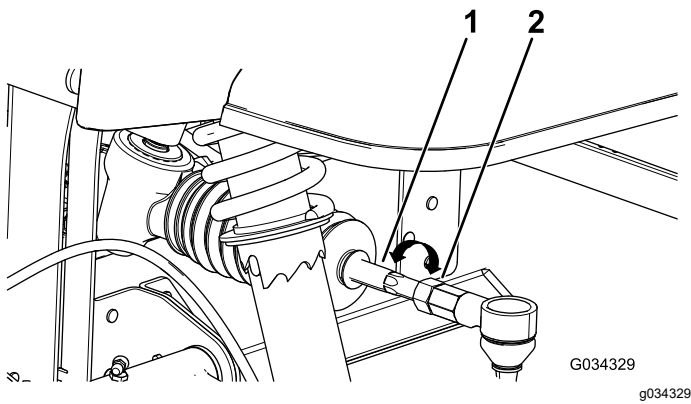

Bild 47
4. Wenn der Wert nicht zwischen $0 \text{ mm} \pm 3 \text{ mm}$ liegt, lösen Sie die Klemmmuttern am äußeren Ende der Spurstangen (**Bild 47**).